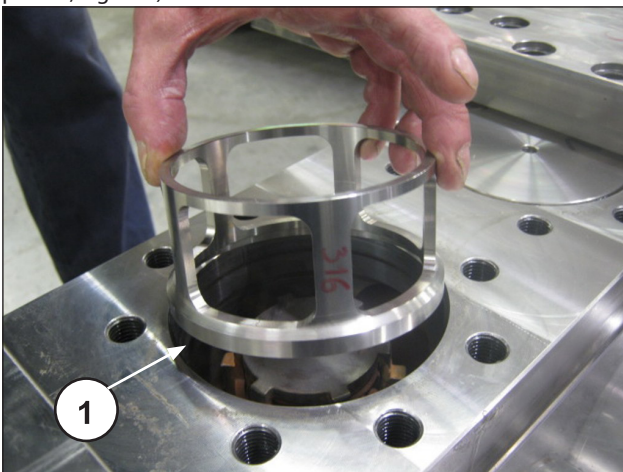
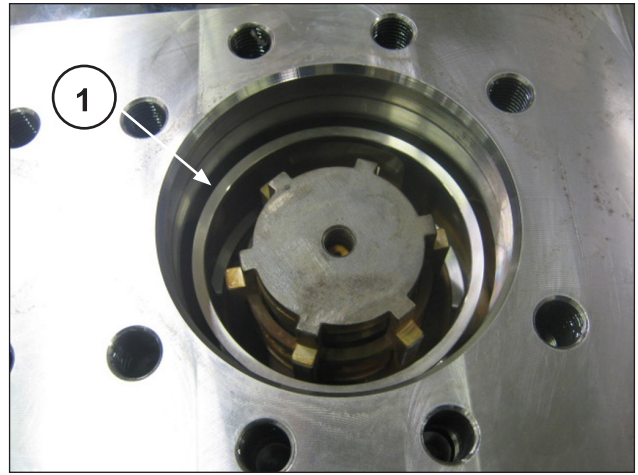

Fig. 190
Fig. 191
Insira o distanciador da válvula de descarga (pos. ①, Fig. 190 e pos. ①, Fig. 191).